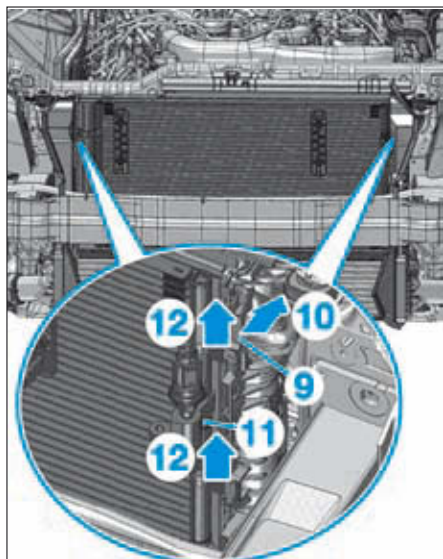

FIG. 10
- Déverrouiller les agrafes de retenue (9) en (10) et retirer par le haut, le condenseur (11) en (12) de ses butées inférieures (Fig.10).